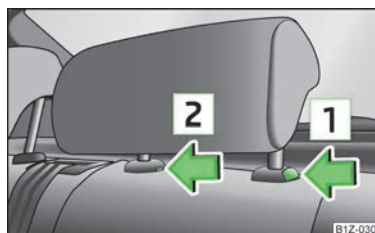

Fig. 45
- ▶ Apăsați tasta de siguranță în sensul săgeții **1** » fig. 45, în același timp apăsați cu o șurubelniță plată cu lățimea de max. 5 mm tasta de siguranță în orificiul **2** și trageți tetiera afară.